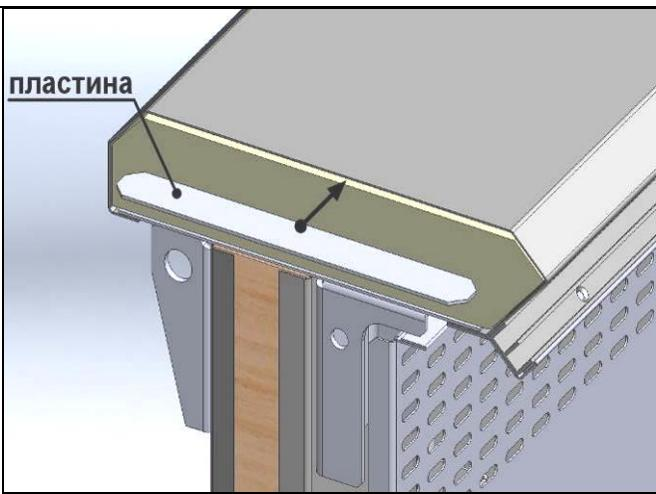

Рис. 3
3. Установить с торца столешницы одной изстыкуемых витрин соединительную пластину (рис.3).
- Вставить нижнюю часть траверсы между панелью столешницы и профиль-направляющей нижней шторок, совместив крепёжные отверстия. Закрепить при помощи саморезов в обратной последовательности (рис. 3 и 4).